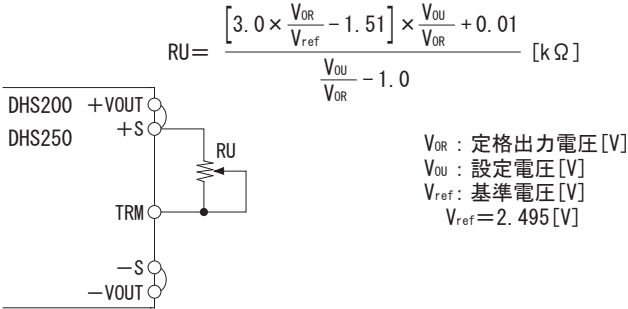

図4.8 出力電圧を高く設定する場合 (DHS200/250)
(3) 出力電圧を高く設定する場合
■図4.8のように接続することで、出力電圧を高く設定することができます。外付け抵抗RUは、次の式によって計算できます。